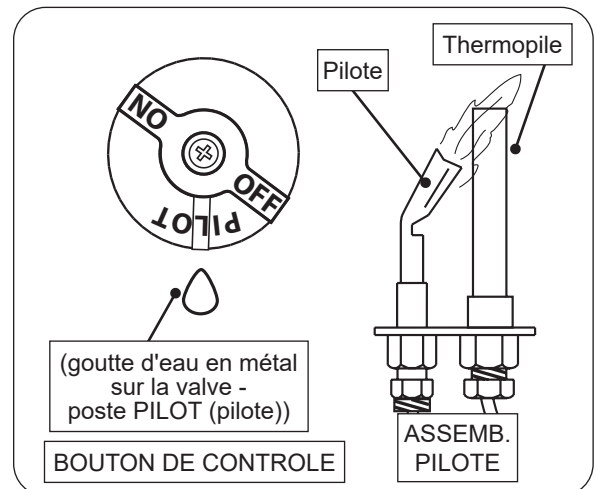

Fig. 47-1 Éclairage pilote
3. Localisez l'assemblage de la veilleuse sur le côté ou à l'arrière du bac du brûleur (voir Fig. 47-1).
4. Tournez le bouton de commande dans le sens antihoraire sur **PILOT (pilote)**. Appuyez **fermement et complètement** sur le bouton de commande et maintenez-le enfoncé. Tenez une allumette allumée à longue tige / un briquet au butane à long cou près du thermopile pour allumer la veilleuse. Continuez à maintenir le bouton enfoncé pendant environ une (1) minute après l'allumage de la veilleuse. Relâchez le bouton et il ressortira. La veilleuse restera allumée. Voir la Fig. 47-1. S'il s'éteint, répétez les étapes 2 à 4.